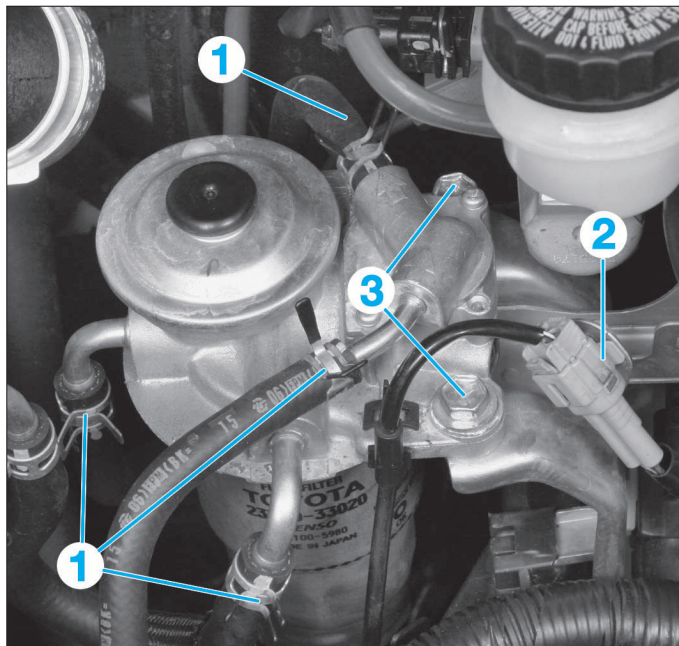

FIG. 52
- Débrancher les conduites de combustible (1) et obturer les canalisations (fig. 52).